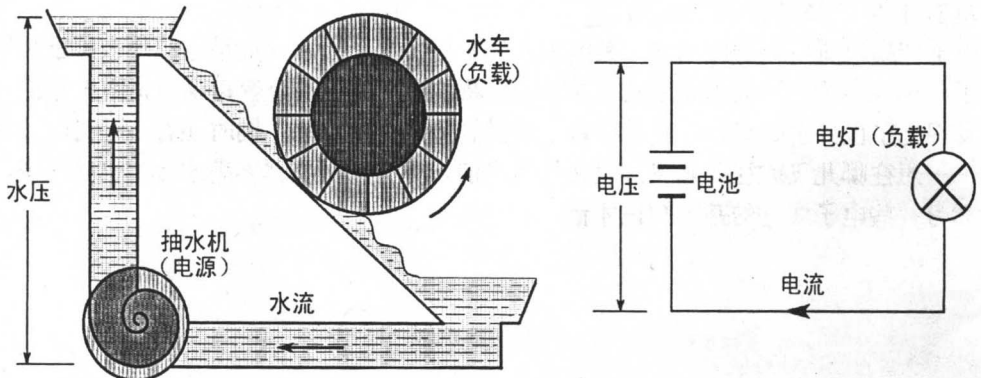

图 1-1-2 水路与电路的比较
在图 1-1-2 左边的“水路”中，水泵的作用是将水位比较低的水抽到比较高的地方，形成水位比较高的水，然后水就会在重力的作用下流动，从而推动一台水磨机转动；在右边的“电路”中，电池就像水泵，将比较低电位（电池的负极）变成比较高的电位（电
1. 用电池、小电珠和导线按如图 1-1-2 所示电路图搭接一个电路，看看这个电路能否让小电珠发光，再分别将电路中的接触点一一断开，看看电珠是否还能发光，然后再想想只有电压是否一定可以产生电流？产生电流的条件是什么？